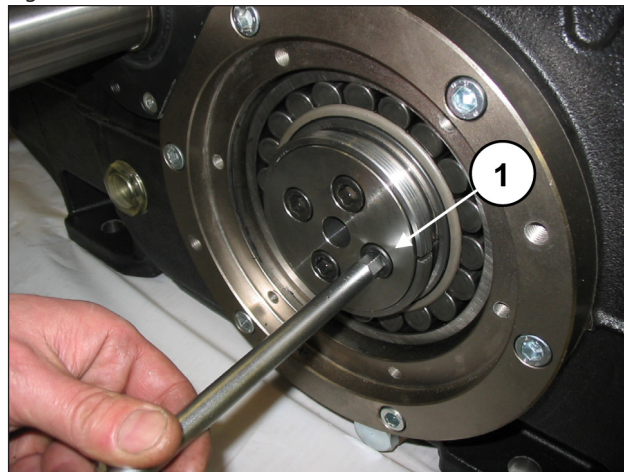

Fig. 13
Aflojar y extraer los tornillos de fijación de la brida de bloqueo del casquillo, en ambos lados (pos. ①, Fig. 13).